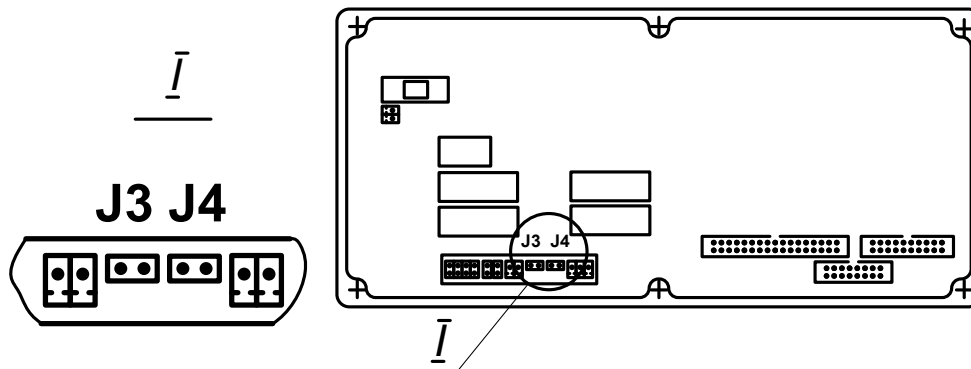

Рис.13. Расположение контактных пар J3 и J4 на блоке клавиатуры.
7.1.5. Режим управления задается комбинацией наличия / отсутствия замыкания с помощью переключателей двух контактных пар J3 и J4, расположенных на задней панели блока клавиатуры ТВ (рис.13).